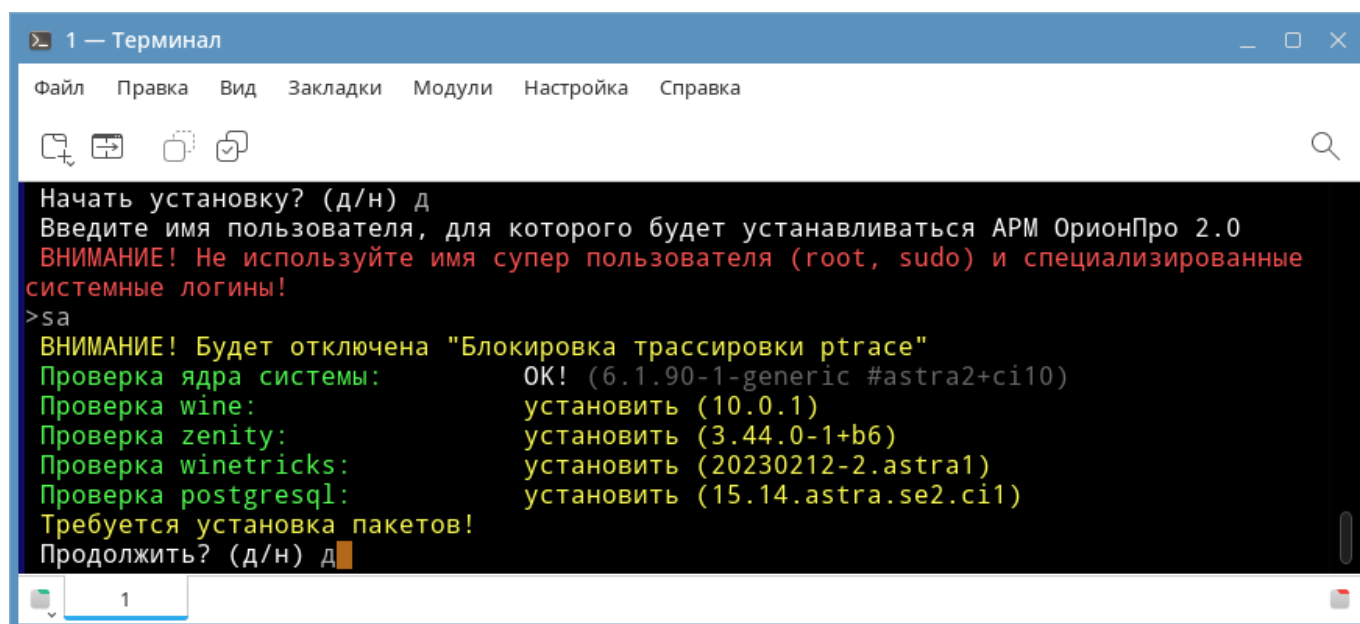

Рисунок 2-12 Подтверждение установки пакетов из репозиториев
- 9) По завершении подготовительных процедур будет предложена установка пакетов из репозитория. Введите «д» (от «да», см. Рисунок 2-12) или «у» (от «yes») и нажмите клавишу <Enter> на клавиатуре;